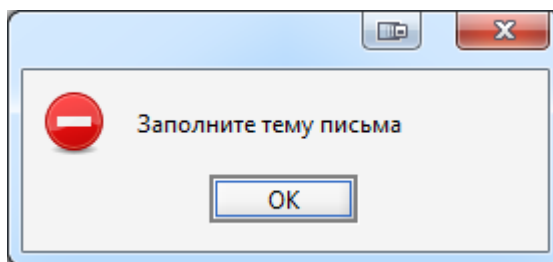

Рисунок 43 — Заполнение темы обращения в СТП.
1. «Тема обращения». Задайте тему обращения. Если оставить пустым данное текстовое поле, то обращение не пройдет проверку и будет сгенерировано сообщение об ошибке (рисунок 43).